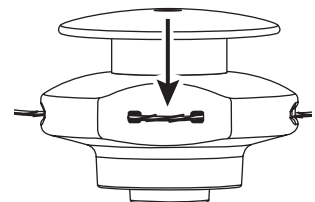

Fig. 22
**ADVERTENCIA:** Evite los arranques accidentales. Colóquese en posición de inicio cuando tire de la cuerda de arranque (Fig. 22). El operador y la unidad deben estar en una posición estable al arrancar la unidad para evitar graves lesiones personales. Compruebe que cualquier complemento usado se instale correctamente y que esté seguro, antes de poner en marcha la unidad.